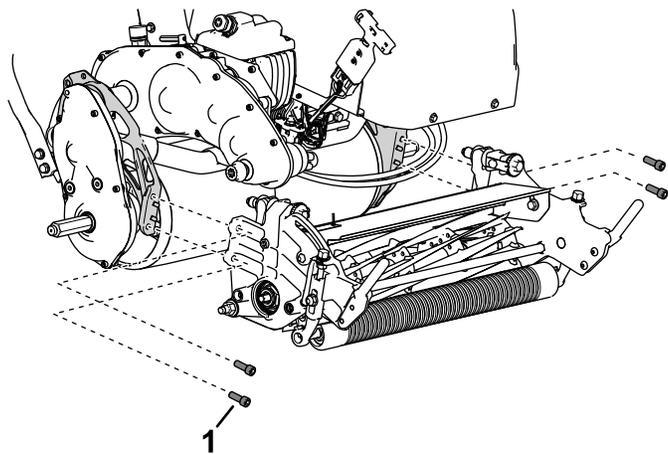

Figura 37
- Utilice 4 tornillos allen para sujetar la unidad de corte al bastidor (Figura 37).